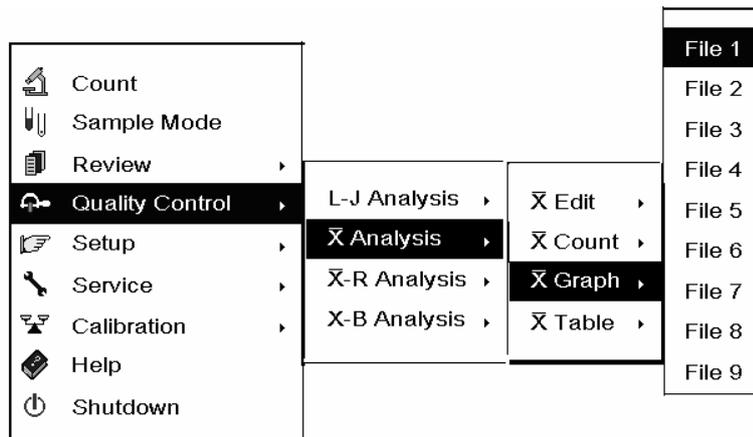
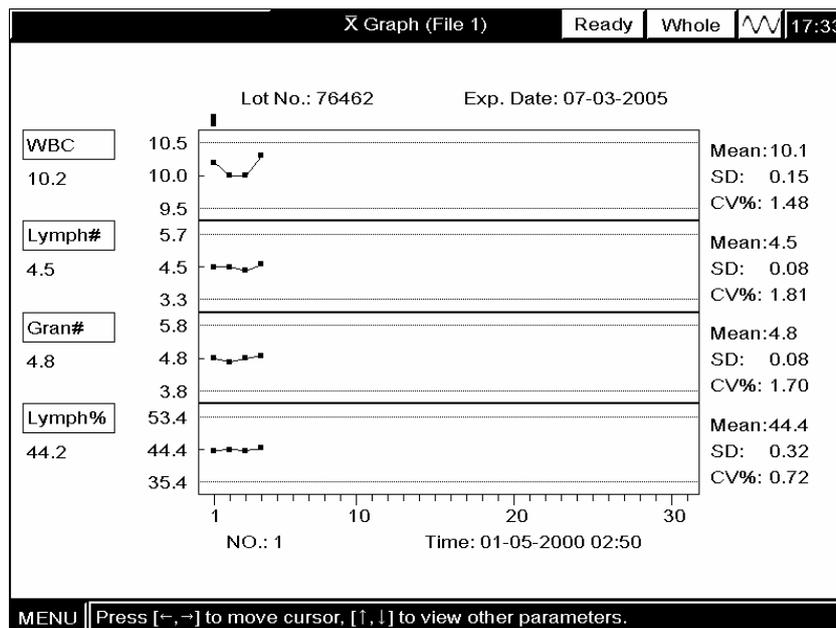
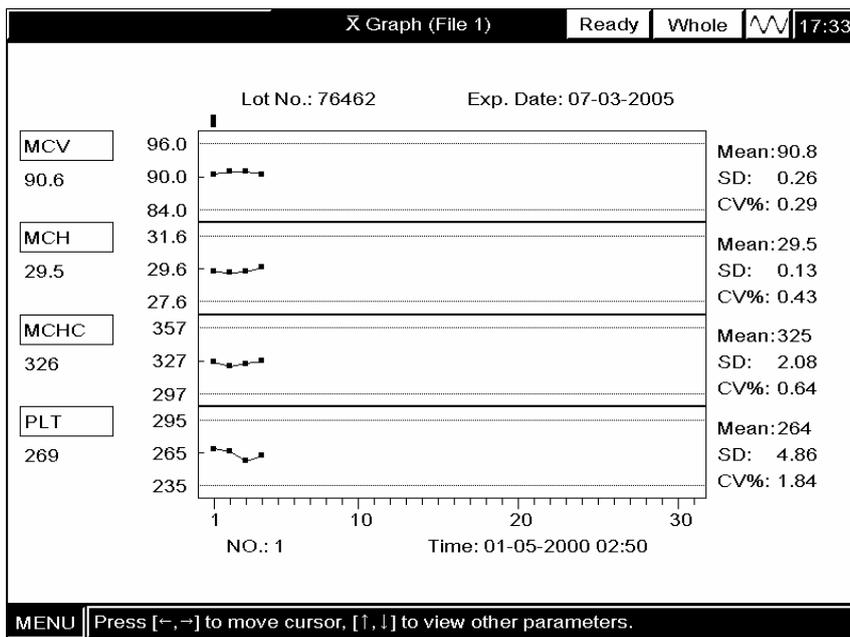

Abbildung 8-26 System-Menü
Abbildung 8-27 " $\bar{X}$ -Diagramm"-Anzeige
Abbildung 8-29 “ $\bar{X}$ -Diagramm”-Anzeige 3
**WÄHLEN** Sie "Qualitätskontrolle →  $\bar{X}$ -Analyse →  $\bar{X}$ -Diagramm → Datei 1" (Abbildung 8-26) **AUS**, um die " $\bar{X}$ -Diagramm"-Anzeige aufzurufen (Abbildung 8-27).
Die 12 Parameter werden in drei Anzeigen wiedergegeben mit 4 Parametern in jeder Anzeige, wie in Abbildung 8-27 bis Abbildung 8-29 dargestellt. Die gespeicherten  $\bar{X}$ -Analyseergebnisse werden nacheinander im  $\bar{X}$ -Diagramm angezeigt, dabei befindet sich das neueste Ergebnis links aussen (Nr. 1).